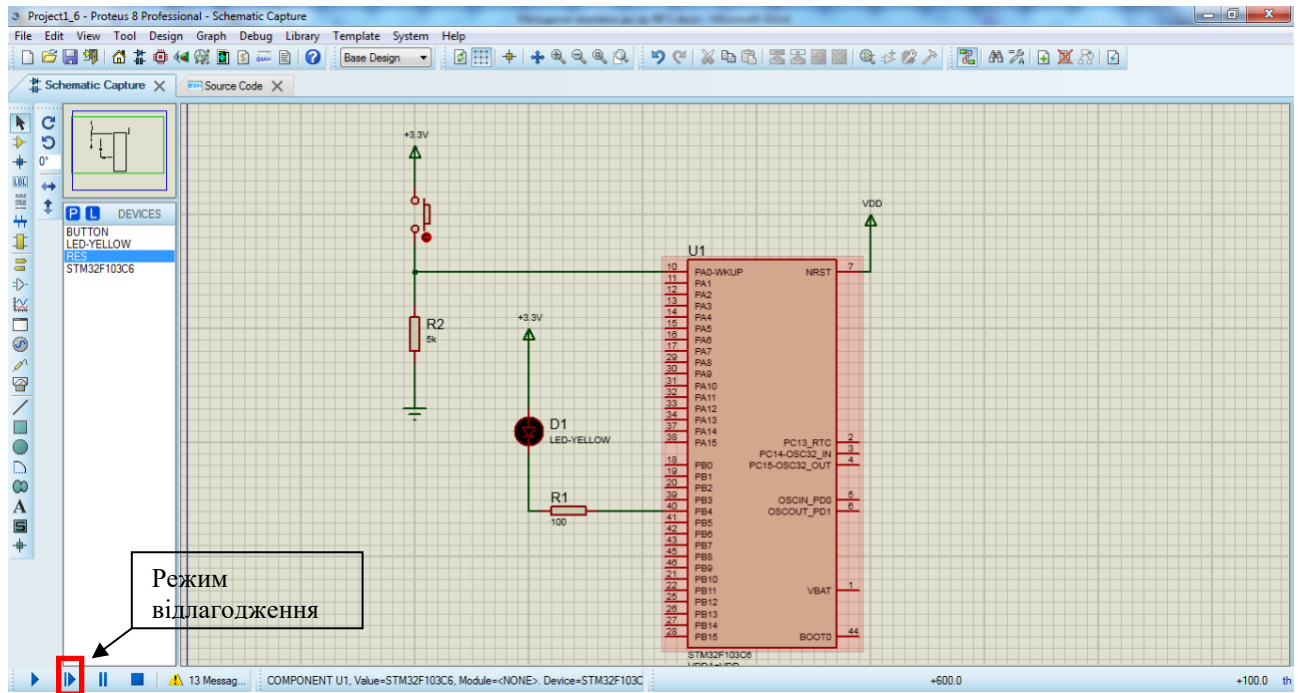

Рис. 10
1.5 Для кнопки використовувати елемент «BUTTON». В результаті додавання кнопки і резистора до проекту, модель матиме вигляд згідно з рис. 10.
1.8. Затримка створюється окремою функцією. Налаштування функції затримки зручно робити у режимі відлагодження, який викликається натисненням на кнопку, показану на рис. 10.